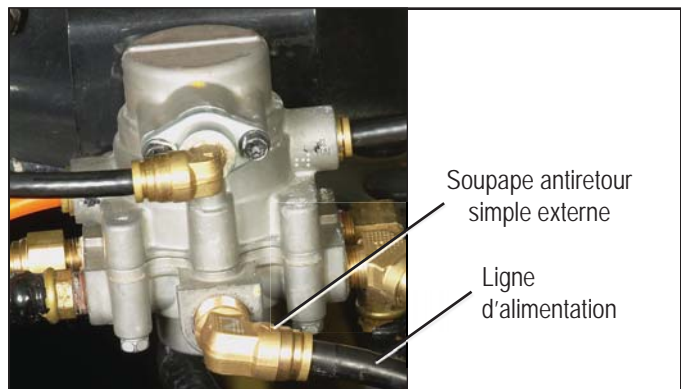

Figure 2 - SOUPAPE SR-7™ ET SOUPAPE ANTIRETOUR SIMPLE EXTERNE
3. Si une soupape antiretour simple externe est présente, débranchez la conduite d'air vers la soupape antiretour. Reportez-vous aux Figures 2 et 3.